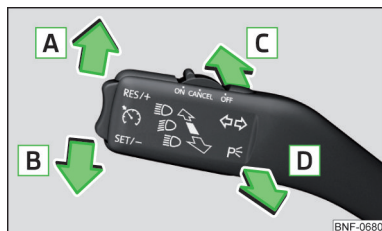

Fig. 41
**Positioner for betjeningsarmen » Fig. 41**
➤ Placer betjeningsarmen helt i positionen **A** eller **B** » Fig. 41 på side 46.